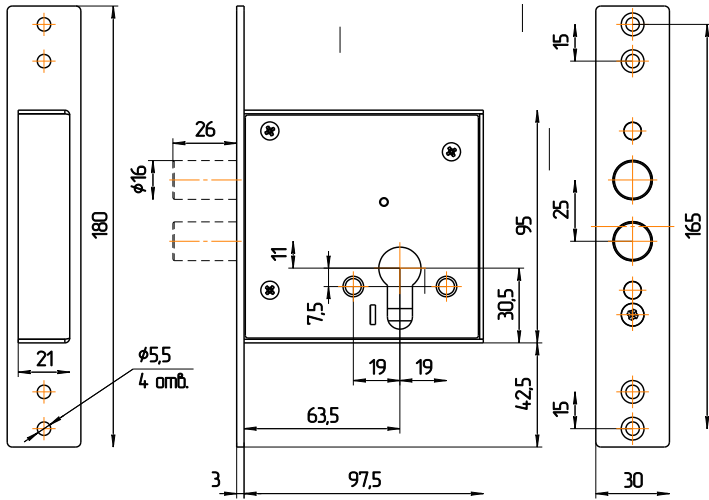

Рис.2
4.1. Произвести разметку и выполнить на торце полотна двери гнездо для корпуса замка, а также отверстия для крепежа замка. Выполнить на полотне двери отверстия для цилиндрического механизма, а в дверной коробке отверстия под пальцы засова (см. рис.2).